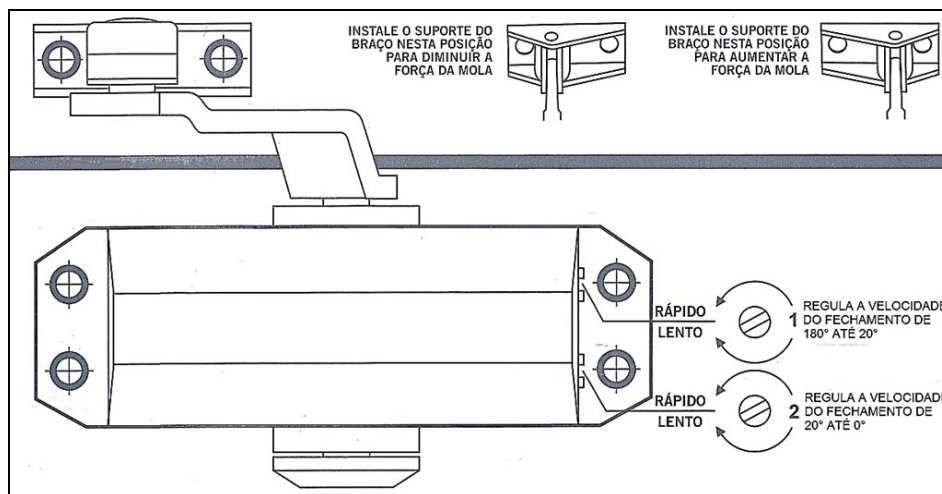

Figura 33: Regulação da mola aérea
- Ajustar a pressão das molas aéreas conforme figura 33.